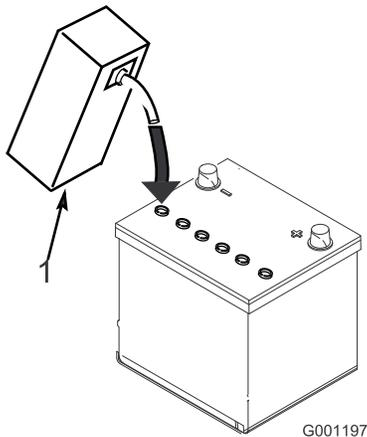

Figura 10
3. Encha cuidadosamente cada célula com eletrólito até as placas estarem cobertas com cerca de 6 mm de fluido (Figura 10).
**Nota:** Se necessário, volte colocar eletrólito até ficar cerca de 6 mm do fundo do depósito de enchimento (Figura 10).